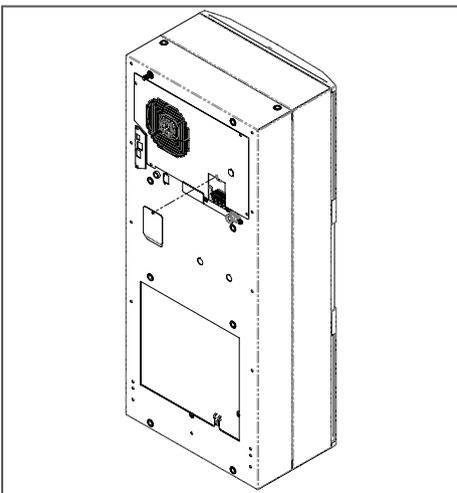

Abbildung 1
1. Lösen Sie die Schraube an der Zugangsklappe des Verdampfers und entfernen Sie die Zugangsklappe (siehe Abbildung 1).